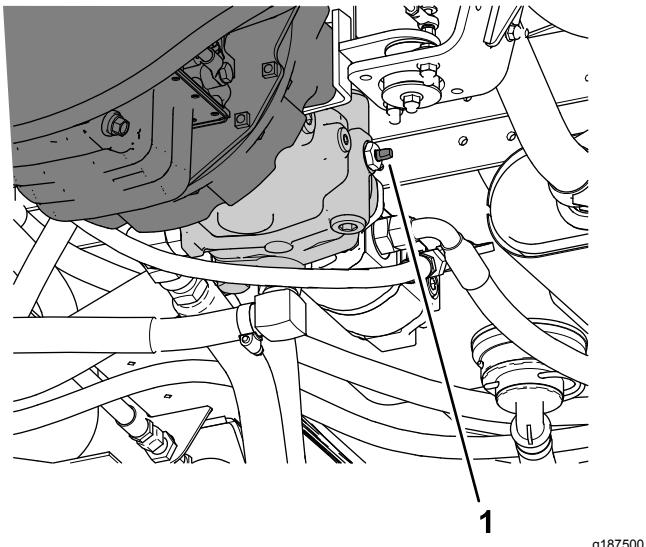

Рисунок 52
- Поверните клапан буксировки (Рисунок 52) на 90 градусов в любом направлении, чтобы открыть его.